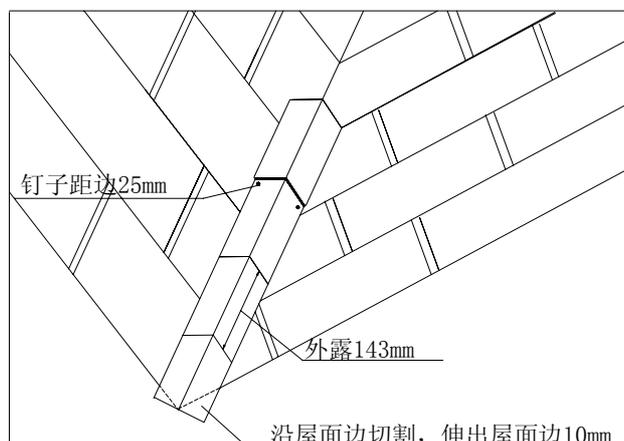

图5 屋脊沥青瓦的修剪
- 2、沿屋面边檐剪裁沥青瓦（如图 5 ）
- 6、在每张沥青瓦的两边各钉一个钉子固定，钉子位置紧挨自粘胶，距侧边 25mm 处（如图 5）